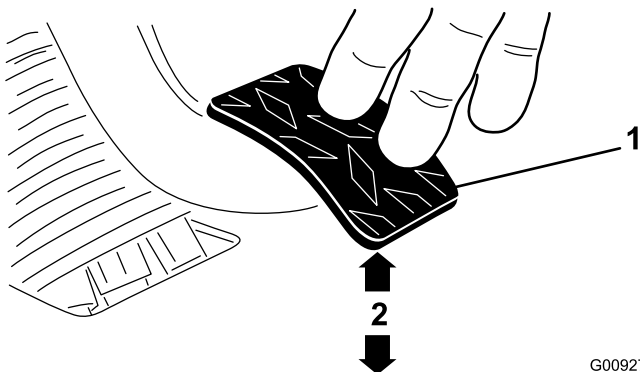

Figure 66
3. Ajustez les écrous de blocage ou la rotule jusqu'à ce que le bord inférieur arrière de la pédale d'embrayage soit à $9,5 \pm 3$ cm du haut du plancher quadrillé quand une force de 1,8 kg est appliquée sur la pédale (Figure 66).